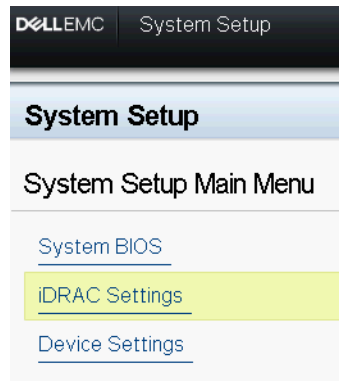

Ilustración 6-2. Configuración del sistema, configuración del dispositivo
2. Entre en el menú de configuración del BIOS del sistema **System Setup** (Configuración del sistema) **Device Settings** (Configuración del dispositivo) (consulte la Ilustración 6-2).